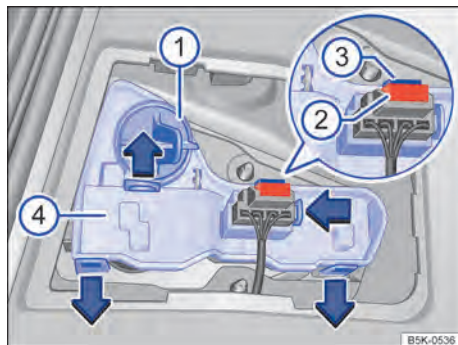

Fig. 205 Na tampa do compartimento de bagagem: remover o suporte da lâmpada.
4. Girar o suporte da lâmpada → Fig. 205 ① até o batente no sentido anti-horário e retirar com a lâmpada incandescente para trás.
5. Substituir a lâmpada incandescente queimada por uma lâmpada incandescente nova do mesmo modelo. Encaixar o suporte da lâmpada → Fig. 205 ① e girar no sentido horário até o batente.
6. Retirar o fusível → Fig. 205 ②. Pressionar o bloqueio → Fig. 205 ③ do conector e retirar o conector.
7. Destravar as linguetas do suporte da lâmpada → Fig. 205 ④ no sentido da seta e remover o suporte da lâmpada.